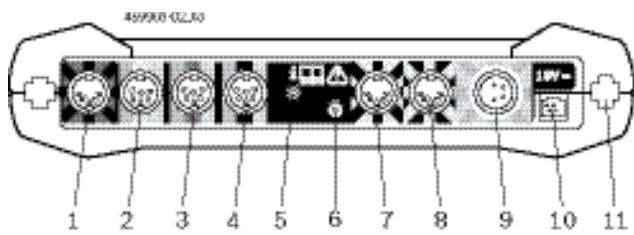

Fig. 2: FSA 500 панель подключений (вид снизу)
i Информация о подключении Рис. 2, Поз. 6.
5. Подсоедините датчики к измерительному блоку в соответствующие гнезда (см. Рис. 2).